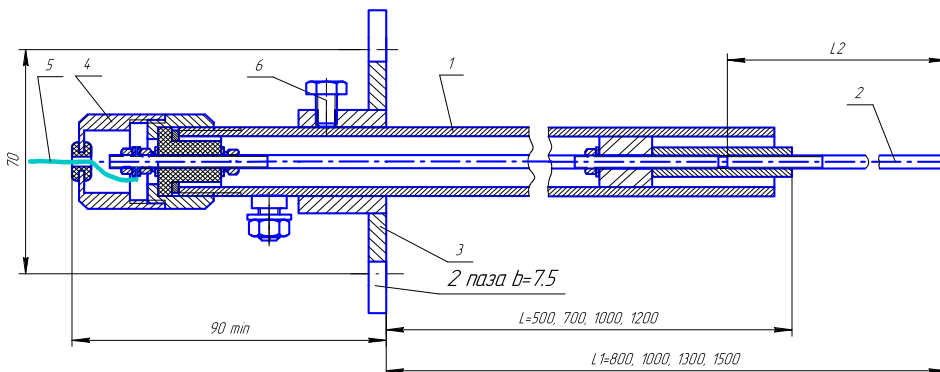

Рис.1. Электрод контрольный
- 4.1. После распаковки и проверки внешнего вида на отсутствие внешних дефектов и поломок ввернуть во втулку электрод жаропрочный 2 (рис.1).